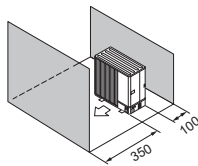

Fig. 2-13
- (5) Obstrucții sau suprafețe închise numai în față și în spate (Fig. 2-13)